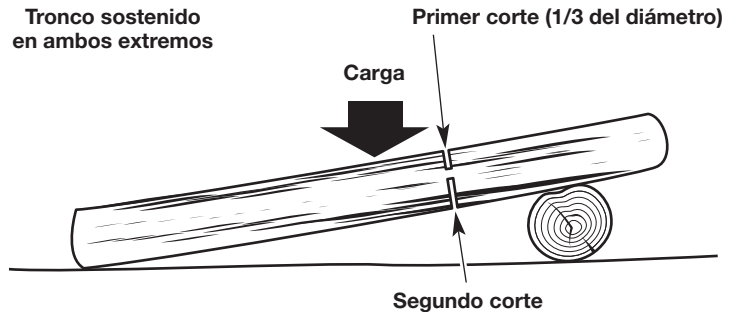

Fig. 15
- Si el tronco está sostenido en dos extremos (Fig. 15), haga el primer corte desde el lado de arriba (tronzo desde arriba). Consulte *Tronzo desde arriba*.